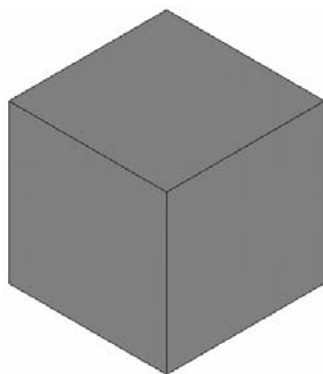

图 3-169 立方体
(2) 在 “Create Block by Dimensions” 窗口中输入数据: 在 “X1, X2 X-coordinates” 后输入 “-0.15”、“0.15”; 在 “Y1, Y2 Y-coordinates” 后输入 “0.5”、“0.8”; 在 “Z1, Z2 Z-coordinates” 后输入 “-0.15”、“0.15”, 然后单击 “OK” 按钮生成立方体, 并单击视图工具条中的 “Isometric View” 按钮, 将视图转为轴测图 (见图 3-169)。